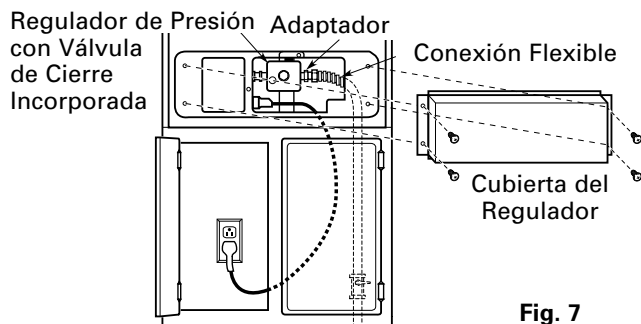

Fig. 7
1. La conexión flexible y el adaptador (vea Fig. 7).